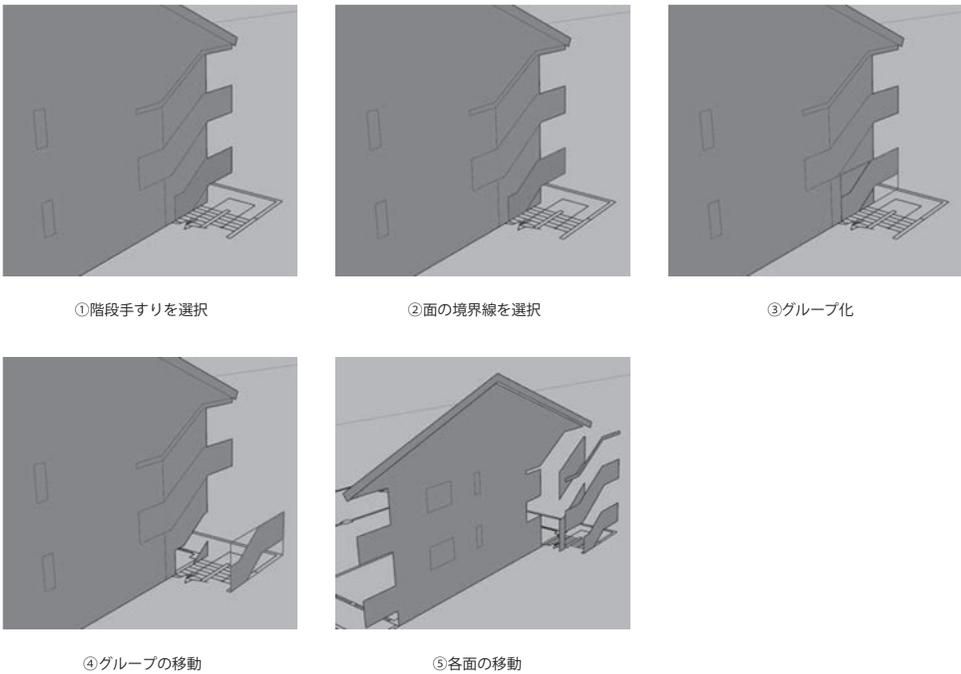

図10 面の移動
- 5) 階段手すりを選択 (図10-①)
- 6) 面の境界線を選択 (Ctrl + E) (図10-②)
- 8) グループ化 (Ctrl + G) (図10-③)
- 9) グループを赤軸に沿って2,800 mm 移動 (図10-④)
同様に階段室屋根を013 階段室屋根レイヤにグループ化し2,800 mm 移動、階段壁を012 階段壁レイヤにグループ化し1,400 mm 移動、屋根を015 屋根レイヤにグループ化し400 mm 移動する(図10-⑤)。続いて壁面を011 東壁面にグループ化する。最後に空になった010 東立面図レイヤを消去する。なお、書き込みレイヤの設定とツールバーのレイヤ選択によるレイヤ移動が正しく行われないとレイヤ消去ができない。